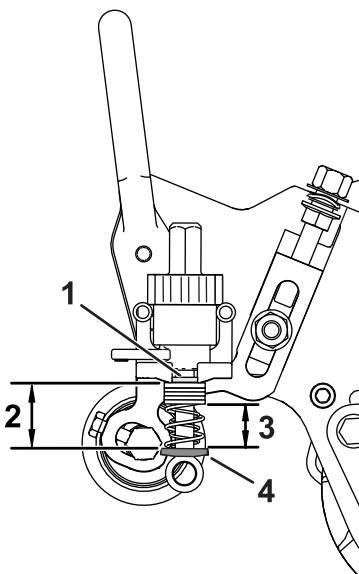

Figura 16
4. Meça a distância entre as anilhas (comprimento da mola atual) como se mostra na Figura 16.